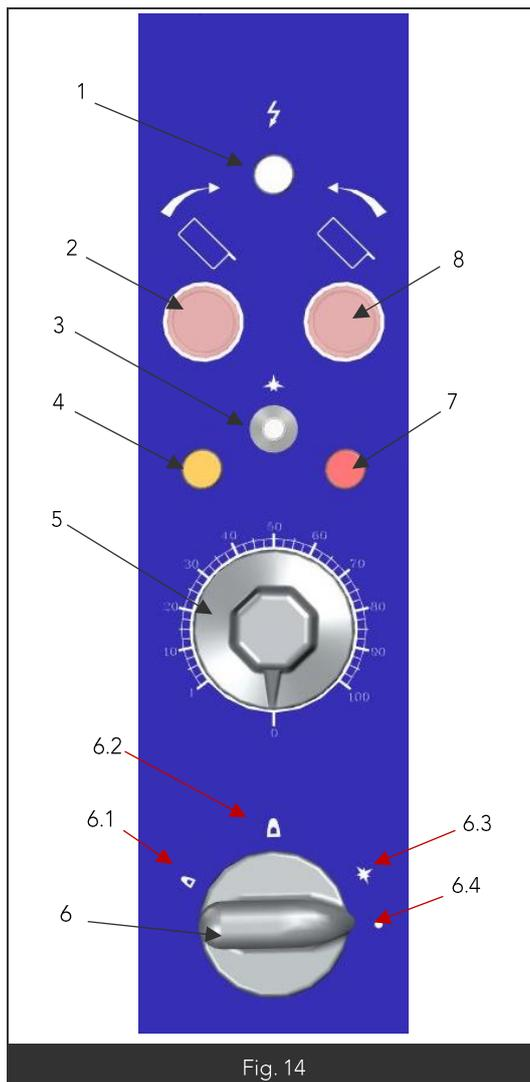

Fig. 14
- Pousser et tourner la manette de commande gaz du brûleur (Fig14 Rep6) jusqu'à la position veilleuse/allumage (Fig14 Rep6.3)
- Pousser à fond la manette en la maintenant sur cette position pendant une quinzaine de seconde en appuyant sur le bouton poussoir d'allumage (Fig14 Rep3).
- Une fois la veilleuse allumée, tourner la manette gaz (Fig14 Rep6) jusqu'à la position débit maxi (Fig14 Rep6.2) votre brûleur fonctionne à sa puissance.
- Tourner la manette du doseur (Fig14 Rep5) jusqu'à la température désirée. L'appareil est en chauffe le voyant orange (Fig14 Rep4) s'allume.
- Pour basculer la cuve et la vidanger agir sur le bouton poussoir (Fig14 Rep2).
- Ramener la cuve en position horizontale avec le bouton inverse (Fig14 Rep8)